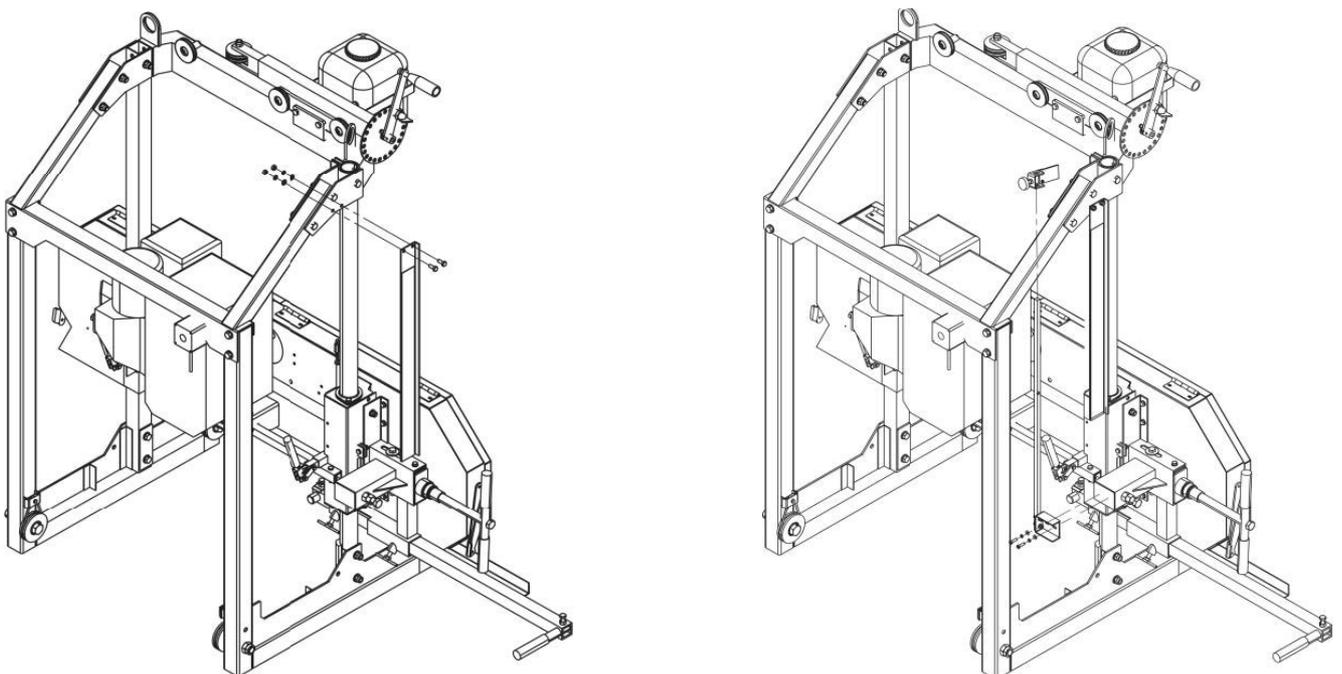

Abb.5-16: Höhenanzeige
10. Legen Sie die Messskala, das Lineal und den Höhenanzeiger in die Baugruppe ein. (Abb. 5-16)